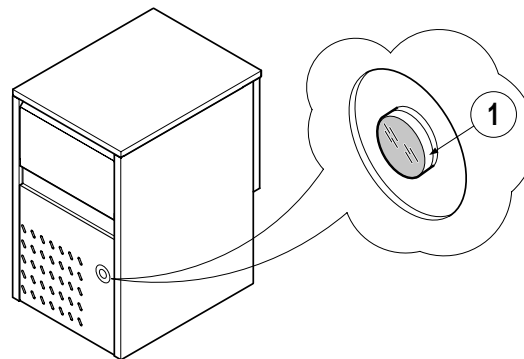

FIG. 5
- avviare infine l'apparecchio premendo l'apposito interruttore (Fig. 5 Part. 1). La partenza viene segnalata dall'accensione della spia del pulsante stesso.
- press the switch to power up the appliance (Fig. 5 Part1). When the appliance starts the switch will light up.
- Démarrer enfin l'appareil en appuyant sur l'interrupteur correspondant (Fig. 5, Réf. 1). Le démarrage est signalé par l'allumage du témoin lumineux sur le bouton lui-même.
- das Gerät durch Drücken des entsprechenden Schalters (Abb. 5 Teil 1) in Betrieb setzen. Die Inbetriebnahme wird durch eine auf der Schaltertaste positionierten Kontrollleuchte angezeigt.
- para concluir poner en marcha el aparato pulsando el interruptor al efecto (Fig. 5 Part. 1). El inicio está señalado por el mismo testigo del pulsador como del encendido.